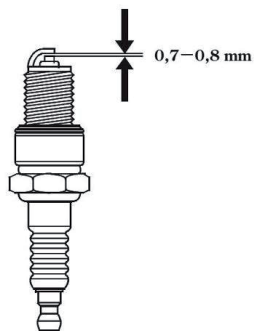

рис.5
7.2 Свеча зажигания см. рис.5
- рекомендуется проверить величину межэлектродного зазора, который должен составлять 0,7-0,8 мм. При существенном отклонении величины зазора от указанной, необходимо его отрегулировать (восстановить) или заменить свечу (см. рис.5);